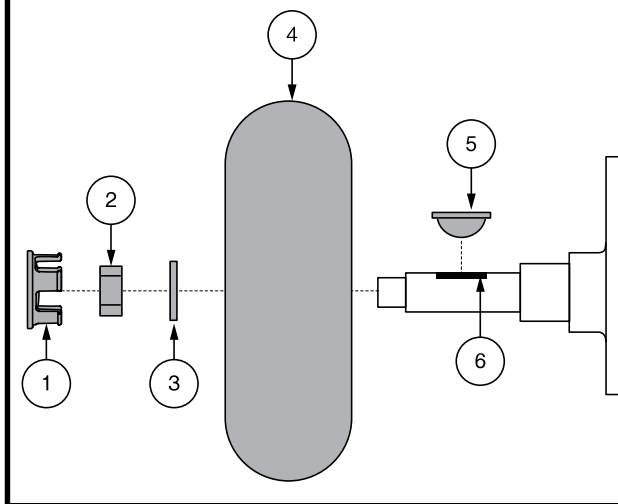

Figura 31. Rimozione dei pneumatici pieni
3. Rimuovere cappuccio, dado e rondelle dall'assale della ruota. **Vedere figura 31.**
4. Rimuovere il dado dalla ruota e la rondella dal perno. **Vedere figura 31.**
9. Inserire la nuova ruota sull'asse. Assicurarsi che la chiave dell'assale sia nell'apposita fessura. **Vedere figura 31.**